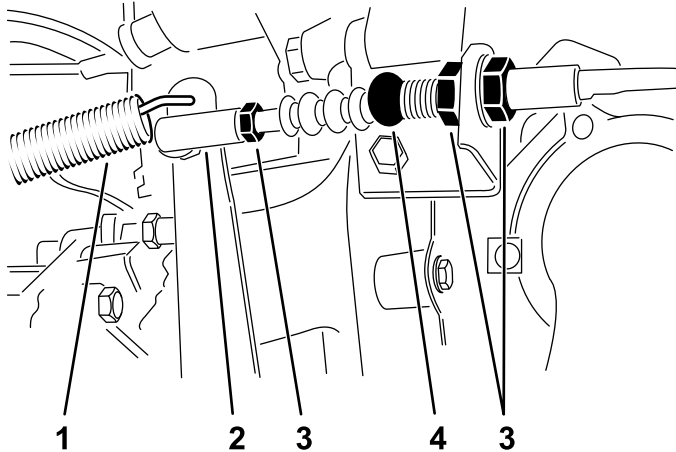

Figura 63
1. Slăbiți contrapiuliile care fixează cablul ambreiajului pe suportul de pe carcasa ambreiajului i fuliei (Figura 63).